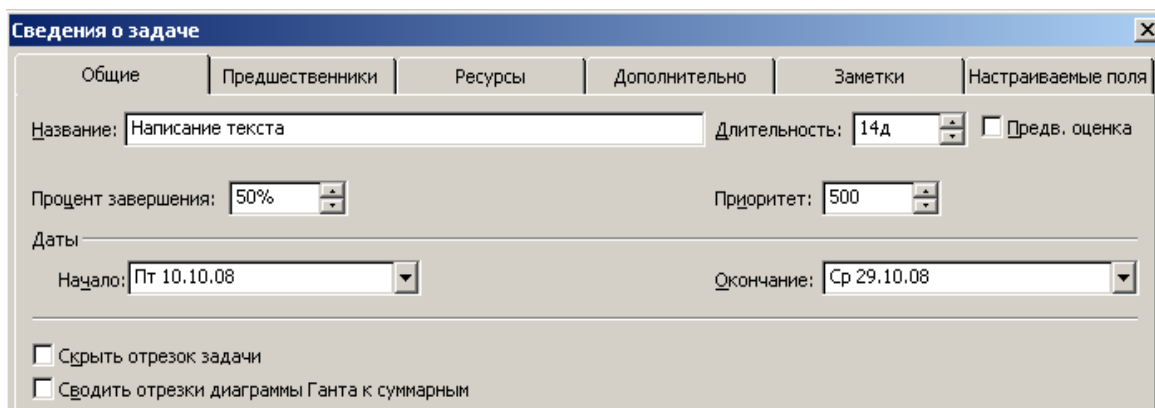

Рис. 49. Вкладка (Общие) диалога (Сведения о задаче)
- Щелкните мышью на ярлычке (Общие), чтобы перейти на эту вкладку (рис. 49).